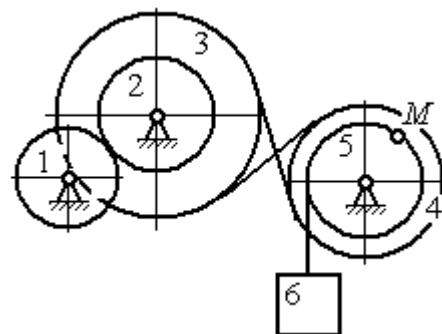

Рис. 2.9. Схема механизма подъёмного устройства
**Задача 25.** Ведущее колесо 1 подъёмного устройства (рис. 2.9) передаёт движение шестерне 2. На одной оси с шестернёй 2 расположен шкив 3, жёстко скреплённый с шестернёй. Шкив 3 соединяется со шкивом 4 бесконечным